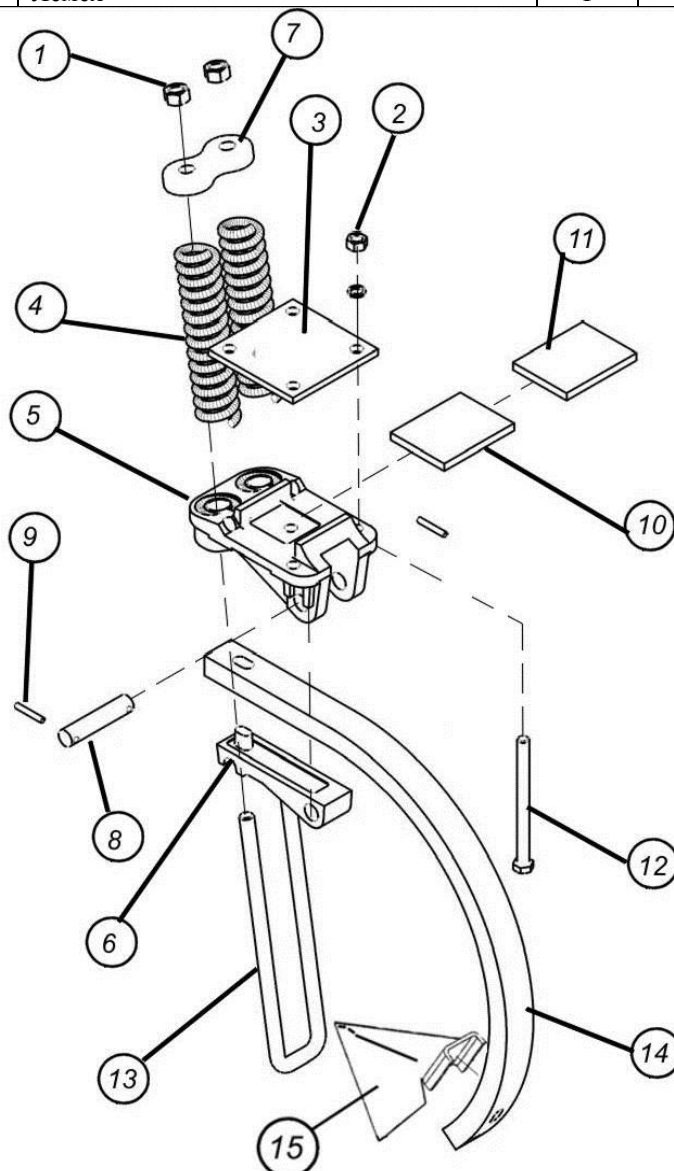

Рис. 7.1.8. Узел крепления стойки сошника
7.1.8. Стойка сошника в сборе (рис. 7.1.8)